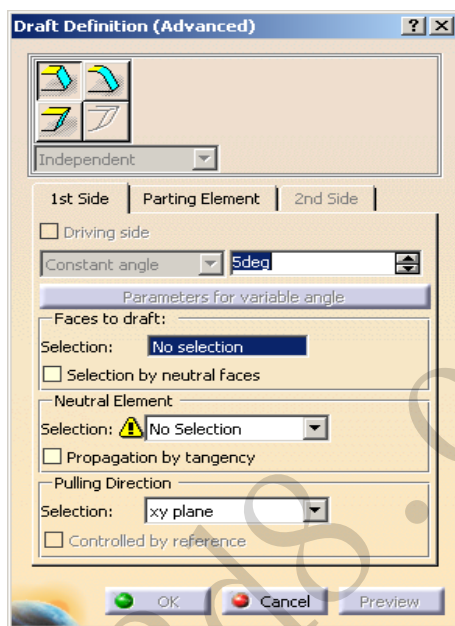
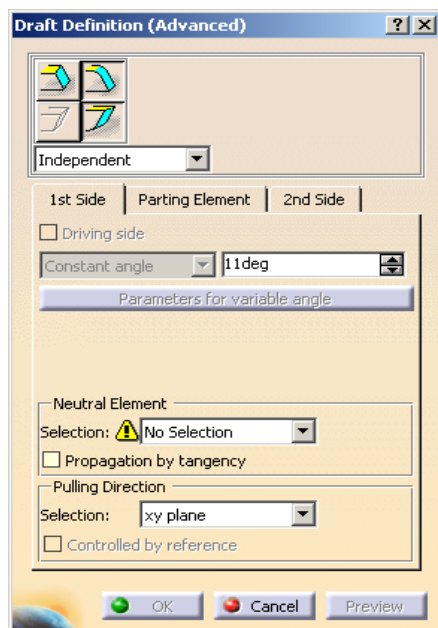
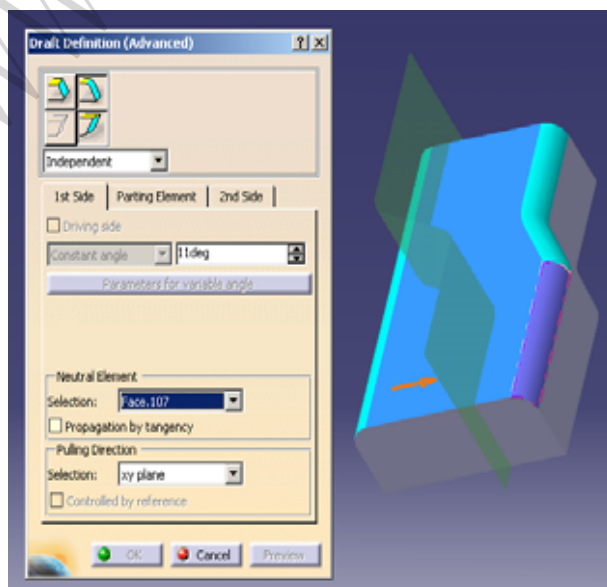

图 3-2 高级拔模工具
图 3-3 两个面的反射线拔模方式
图 3-4 设置第 1 个拔模面和拔模方向
工具  表示几何对象进行高级拔模操作。单击该工具，弹出如图 3-2 所示的对话框。
在如图 3-2 所示的拔模工具中，单击  和  按钮，进入两个面的反射线拔模方式，如图 3-3 所示。
- ◆ 1st Side 选项卡如图 3-3 所示，Driving side 表示是否设置这个面为驱动面，在驱动面中定义的拔模角度会影响被驱动面的拔模角度，在该模式下此选项不可用，在下面的文本框中定义第 1 个面的拔模角度，这里为 11 度。Neutral Element 表示定义中性元素，中性元素就是拔模的起始面，Propagation tangency 表示拔模面是否与中性面相切，Pulling direction 定义拔模方向，XY 平面表示定义为 Z 方向(XY 平面的法线方向)，下面的 Controlled by reference 表示利用参考元素来定义方向。所谓的拔模方向就是将要生成的拔模面与之夹角为锐角的方向，这里希望读者结合示例仔细体会。如果方向定义不恰当，则可能产生错误。这里的示例设置如图 3-4 所示。